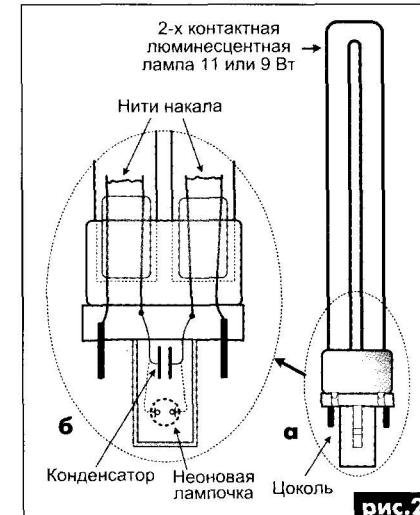

рис.2
дополнительно устанавливают неоновую лампу (на **рис.2**; 4 показано пунктиром), которая задерживает зажигание на 1...2 сек и этим продлевают долговечность ее работы.
- EL1 – U-образная люминесцентная лампа с двумя выводами (**рис.2**). Разные производители обозначают ее по-разному, например: PL-S12 11W или 240-11W 2U т/б G23. Эта лампа имеет две особенности: ее можно легко заменить в светильнике, т.к. её размеры и расстояние между штырями стандартизировано; внутри ее цоколя (**рис.3,б**) может находиться: конденсатор емкостью 2700...3300 пФ 630В или только неоновая лампочка или один из вышеупомянутых конденсаторов и неоновая лампочка. Все они соединяют два из четырех выводов накалов ламп (**рис.4**). Отсутствие единого стандарта на емкость конденсатора, установленного внутри цоколя, затрудняет замену сгоревшей ЛЦ лампы. Подробно об этом описано в разделе «Ремонт».